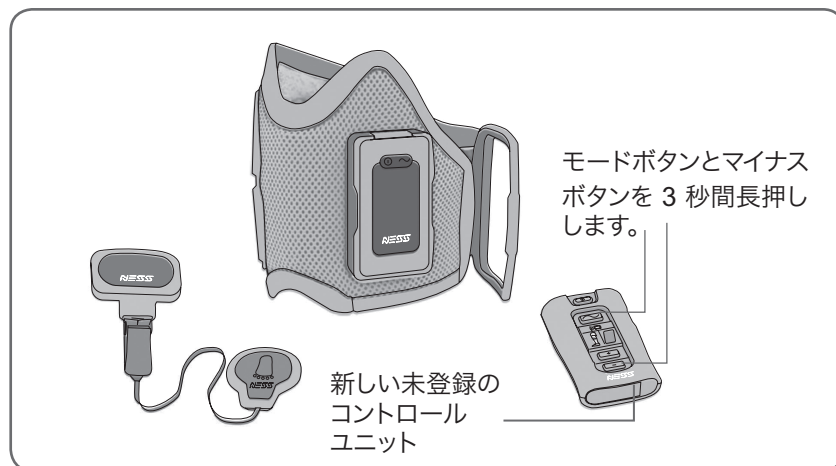

図 30 :新しいコントロール ユニットを登録しているところ
2.  モードボタンと  マイナスボタンを同時に 3 秒間長押しします(図 30 を参照)。登録が始まるとコントロール ユニットがビープ音を発します。